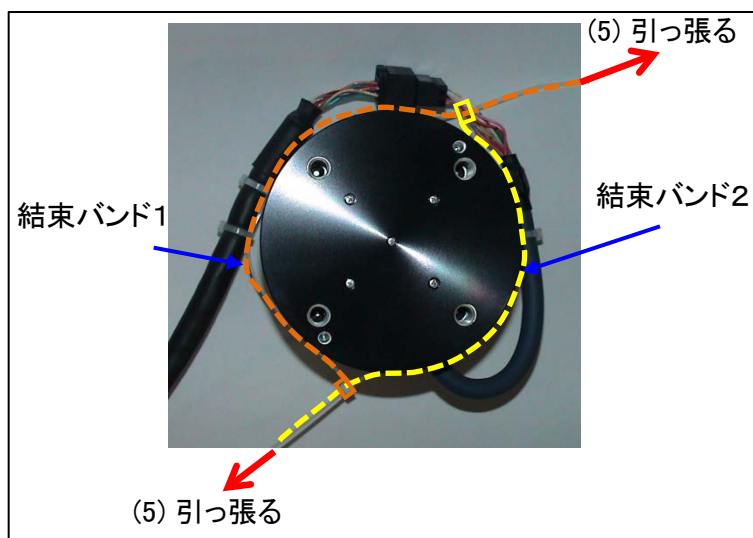
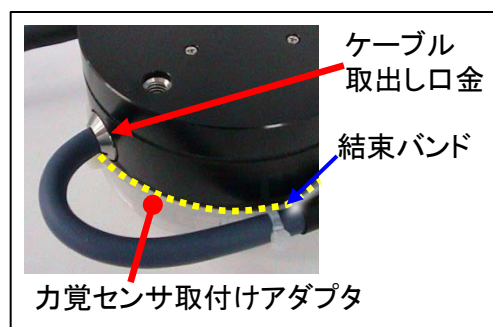

図3: ケーブル固定方法
図4: 結束バンドの位置
(3) コネクタを嵌合し、結束バンド1、2を嵌め合わせ、図3のように力覚センサの取付けアダプタの周囲を回すように仮固定します。この時、図4に示すようにケーブル取出し口金の下側に結束バンドを通すように施工します。